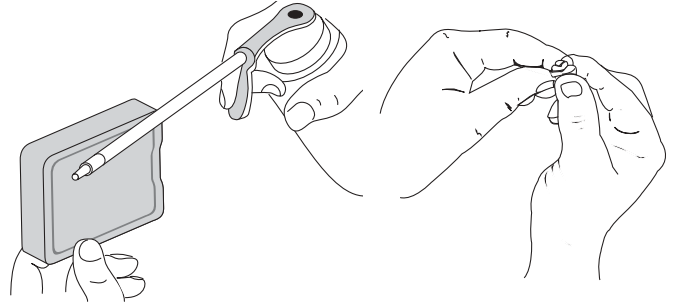

Fig. 22
4. Aplique suficiente aceite limpio de motor SAE 30 para recubrir ligeramente el filtro (Fig. 22).
5. Apriete el filtro para esparcir y retirar el exceso de aceite (Fig. 22).